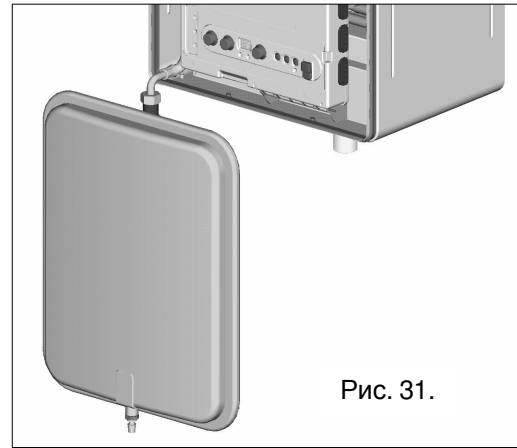

Рис. 31.
- 4) зацеплить сосуд как указывает Рис. 31